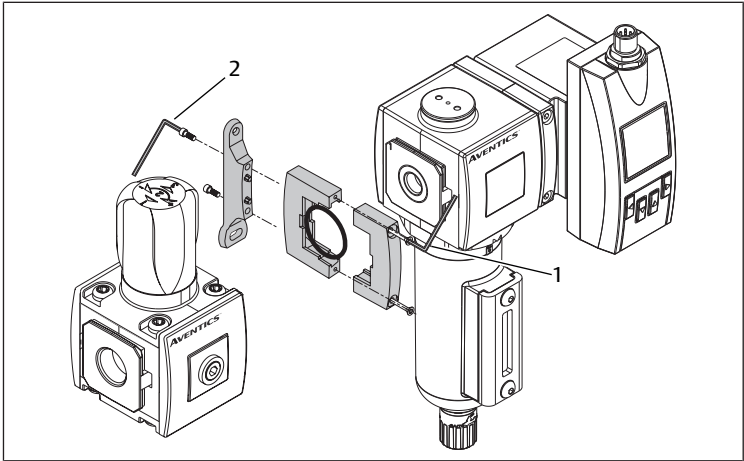

Fig. 7: Montage avec un kit de montage en batterie
- 3. Monter le produit avec le kit de montage en batterie. Voir → Fig. 7.